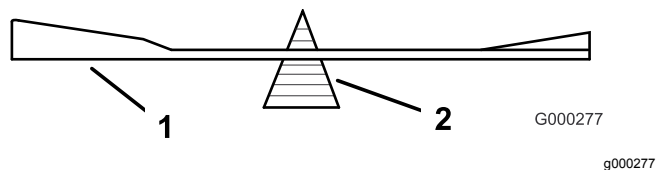

Figure 112
2. Vérifiez l'équilibre de la lame en la plaçant sur un équilibreur (Figure 112).